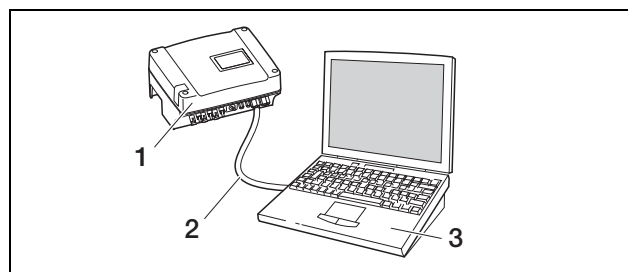

Abbildung 31: Wechselrichter und Computer mit Ethernet-Kabel verbinden
- a) direkt über ein Ethernet-Kabel (siehe Abbildung 31) oder